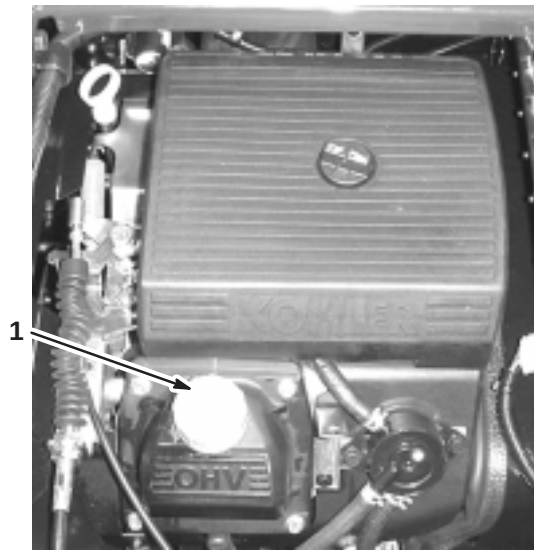

Figure 30
8. Versez lentement environ 80% de la quantité d'huile spécifiée dans le goulot de remplissage (Fig. 30).